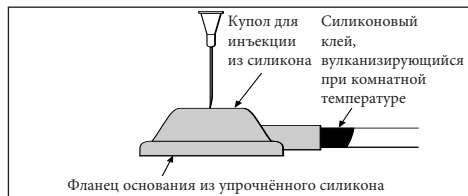

РИС. 3
- Вставьте новую стерильную иглу калибра 21 (или меньшего) в инъекционное гнездо. В идеальном случае, игла должна войти перпендикулярно верхней плоскости инъекционного гнезда, как показано на Рис. 3.